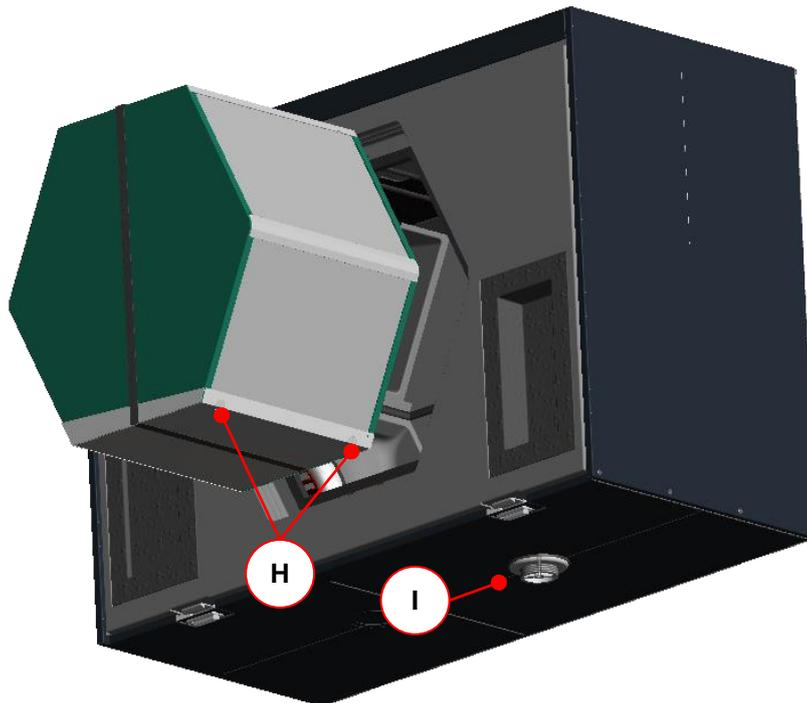

Abb. 43: Lage der Kondensatwanne beim Einschieben des Wärmetauschers
2. Setzen Sie den betreffenden Wärmetauscher-Typ unter Beachtung der Hinweise zur Abb. 43 ein, und führen Sie die Arbeitsschritte 9. bis 10. gemäß 3.7.1 durch.